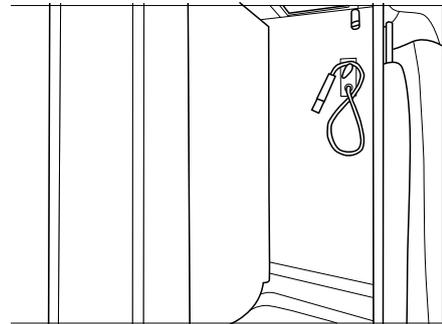

Bild 74 Dusche (Abbildung ähnlich)
Das Badezimmer unterteilt sich in zwei Bereiche. Bild 73 zeigt die Toilette mit Waschbecken, Bild 74 zeigt die Dusche im Badezimmer.
- Schwenkwand linker Anschlag für die Benutzung der Dusche, siehe Bild 74